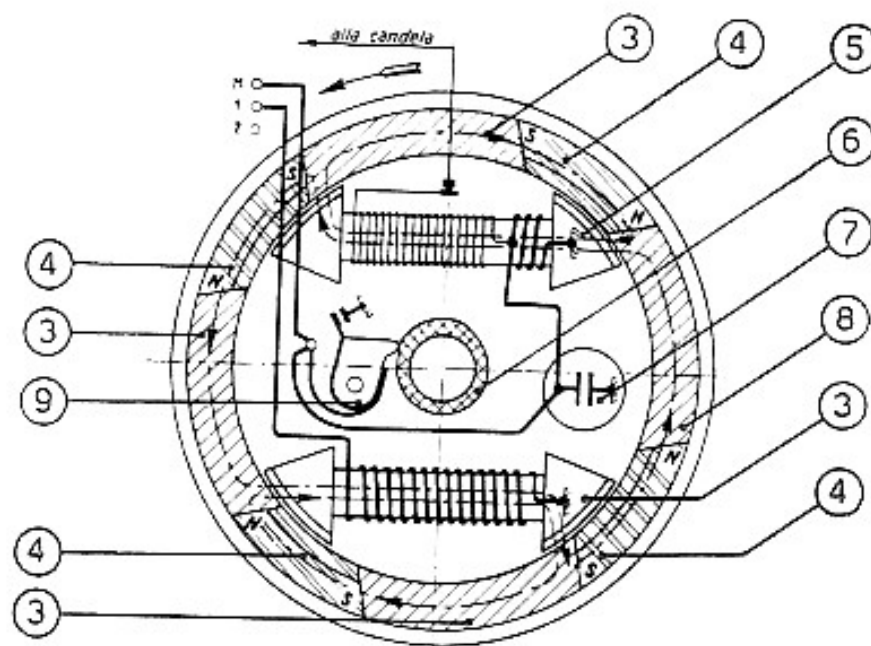

Fig. 13 - Schema elettrico di funzionamento del magnete alternatore volano MVA 20A.
Durante la rotazione dell'induttore (fig. 13) il flusso magnetico prodotto dalle calamite (4) attraversa il nucleo di ferro dell'indotto (5) successivamente nei due sensi e con diverse intensità a seconda della posizione che questo assume rispetto alle espansioni polari (3) delle calamite: **all'istante di ogni inversione di senso del flusso si ha la massima variazione** la quale è facilmente avvertibile facendo ruotare a mano il volano e rilevando una subitanea e forte resistenza alla rotazione detta comunemente « strappo ». Le inversioni di senso del flusso si verificano quattro volte per ogni giro dell'induttore: però, per ragioni costruttive, una sola è sfruttata per la generazione della scintilla.